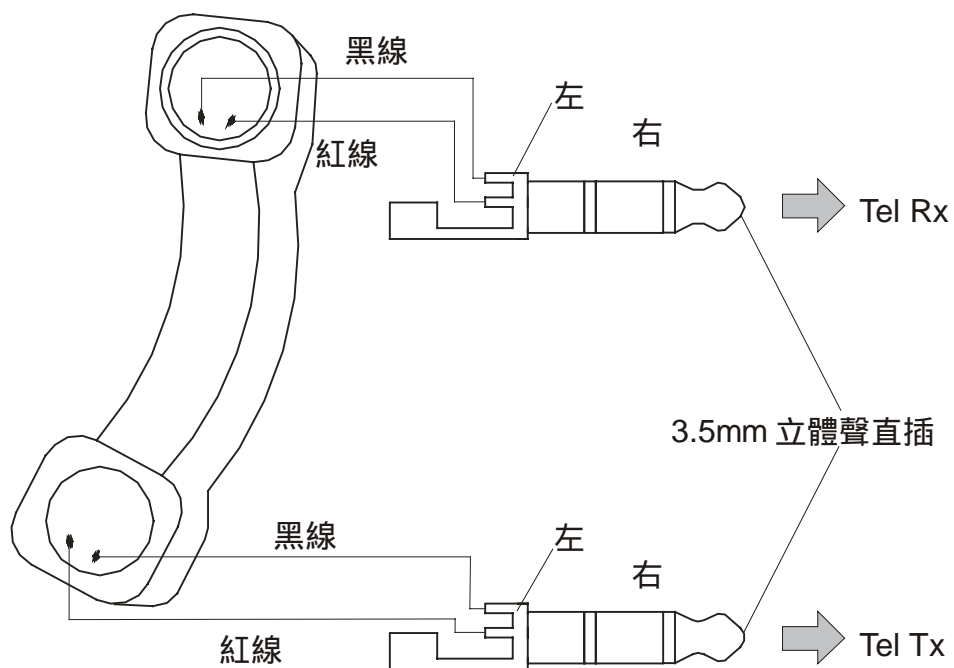

图 8: 电话耦合器接线图
1. 打电话机的话筒找出两对音频线,然后根据图 8 的方法分别把它们接在两个直插上。